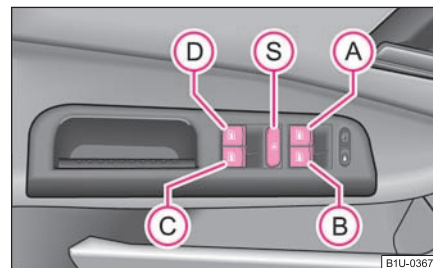

Fig. 36 Taste în portiera șoferului
Tastele pentru fiecare geam se găsesc în cotiera din ușa conducătorului ⇒ fig. 36, pasagerului din dreapta și în ușile din spate*.
Apăsând comutatorul de siguranță **S** ⇒ pagina 41, fig. 36, puteți scoate din funcțiune tastele din ușile din spate. Apăsând încă o dată comutatorul de siguranță **S**, puteți restabili funcționarea tastelor din ușile din spate.
- Când se transportă copii pe locurile din spate, vă recomandăm să scoateți din funcțiune comutatoarele din ușile din spate (comutatorul de siguranță) **S** ⇒ pagina 41, fig. 36.